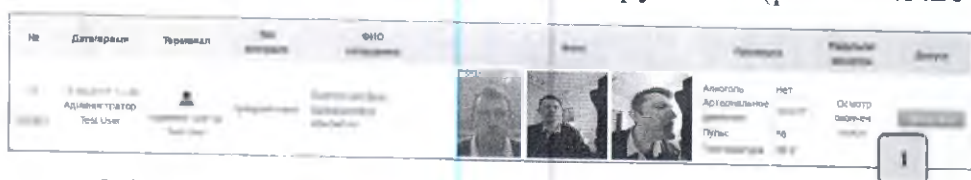

Рисунок 2.3.5.20 – Информация о сотруднике, успешно прошедшем медосмотр
В случае, если медосмотр завершился с положительным результатом, сотрудник получает на дисплее терминала сообщение «МО пройден» (рис. 2.3.5.18, вариант 1), а дежурный врач видит на правом мониторе соответствующую обновившуюся запись о сотруднике (рис. 2.3.5.20 (1)).